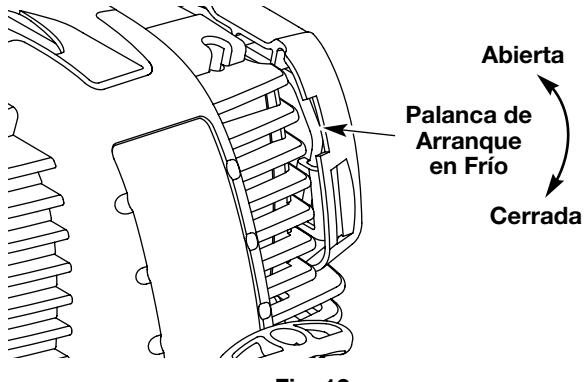

Fig. 12
- SI FRIO...** Para condiciones de clima frío (inferior a 4°C/ 40°F), regrese la Palanca de Arranque en Frío a la posición abierta/arriba (Fig. 12).